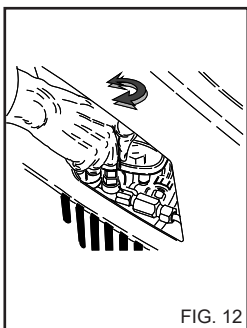

FIG. 12
Dette kapitel behandler kun de modeller er udstyret med "trykregulerende" anordning. Trykregulatoren, fig. 12, giver brugeren mulighed for at indstille arbejdstrykket. Når knap C drejes mod uret (B) (minimum), nedsættes driftstryk.